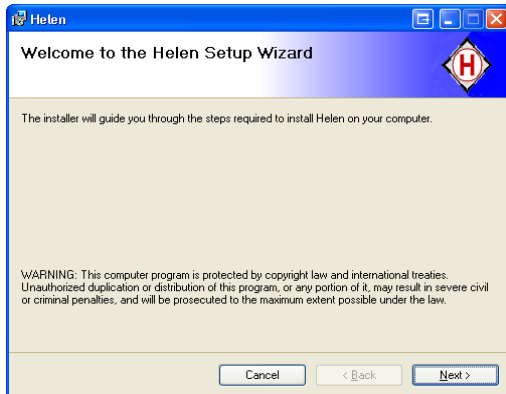

Abbildung 5
- Das „HELEN Setup“-Dialogfenster öffnet sich. Klicken Sie auf „Next“, um die Installation fortzusetzen (Abbildung 5)